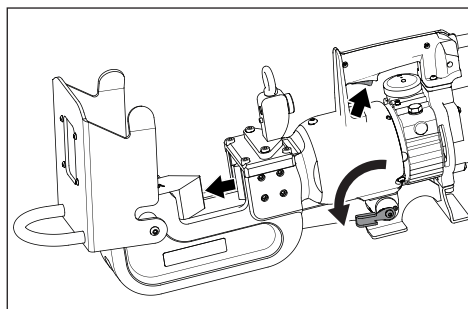

Figura 7, Avanzamento pistone
- Con la leva in posizione 1, tenere premuto l'interruttore per fare avanzare il pistone e fare scorrere la lama mobile in avanti. Vedere la figura 7.